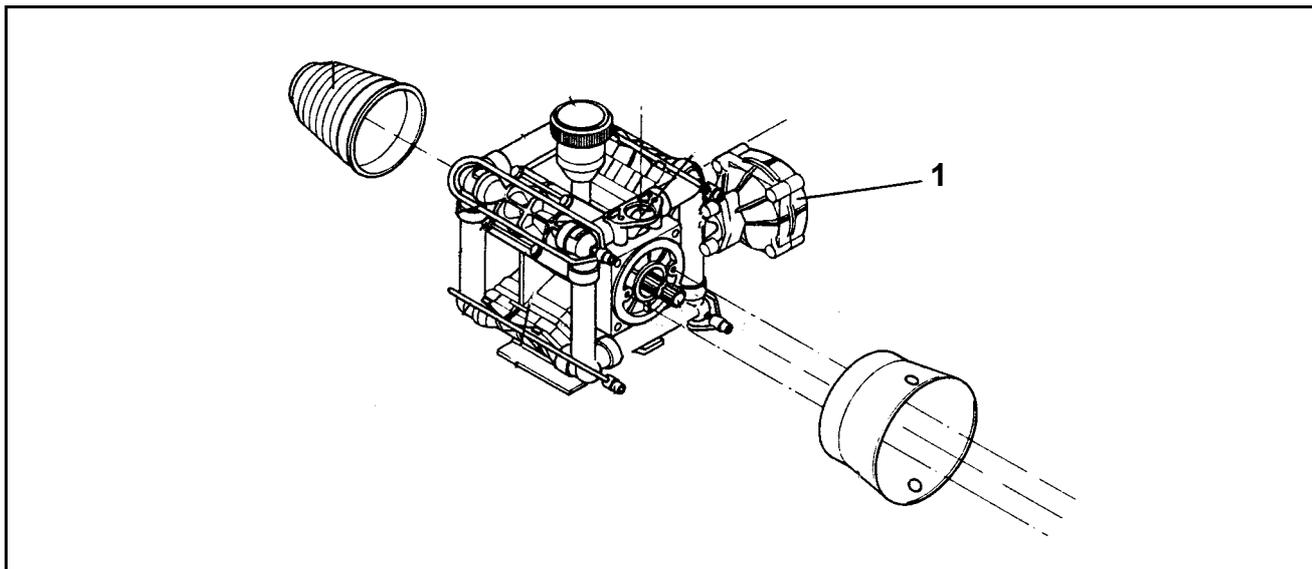
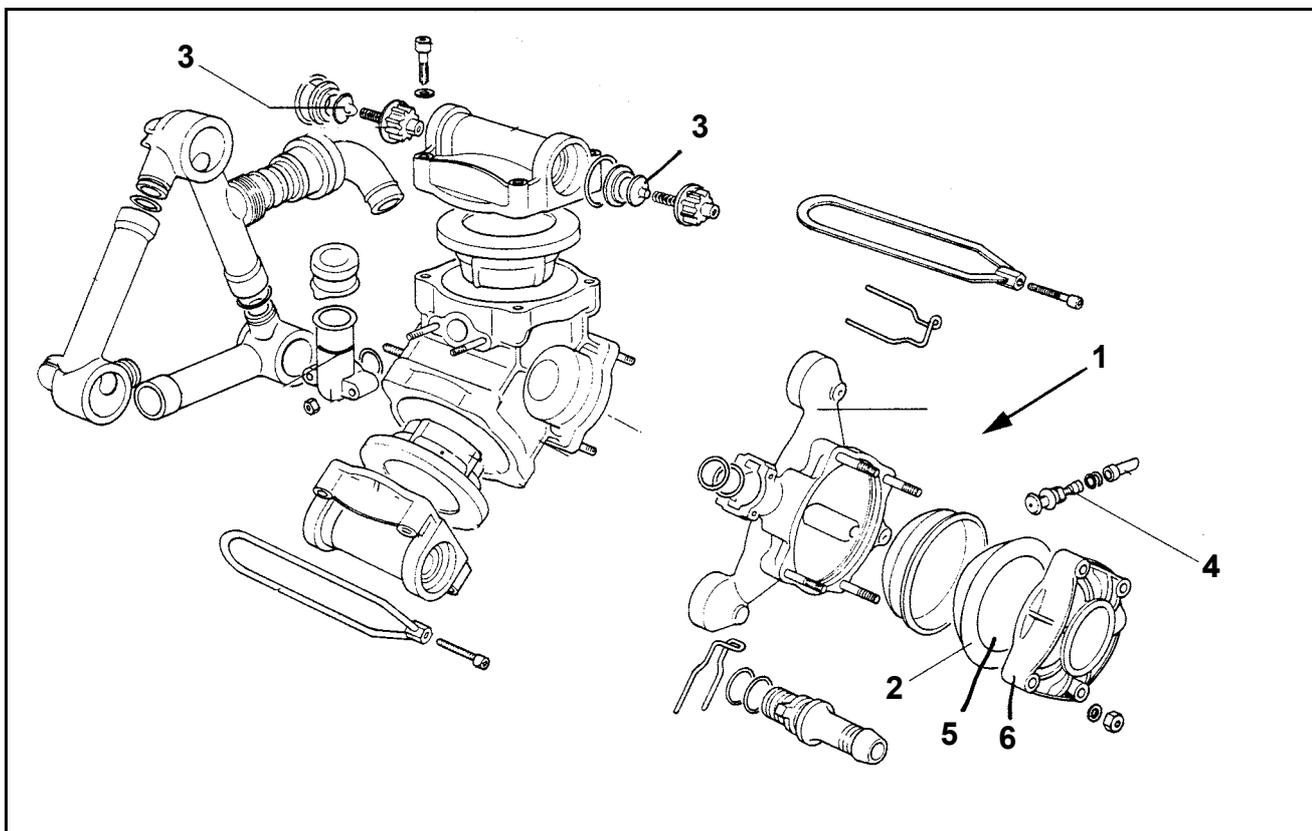

Fig. 36
Fig. 37
Lorsque la pompe débite par à-coups, les causes de ce phénomène peuvent être les suivantes : Pression de la cloche à air trop faible (Fig. 36/ 1, Fig. 37/ 1) (pompes BP 105 et BP 151 exclusivement); membrane de la cloche à air défectueuse (Fig. 37/ 2) ou clapets d'aspiration ou de refoulement usés ou bloqués par un corps étranger (Fig. 37/ 3). La vibration du tuyau de refoulement et l'instabilité de l'aiguille au manomètre permettent d'alerter l'utilisateur sur de tels défauts.
La cloche à air (Fig. 36/ 1, Fig. 37/ 1) a pour objet d'écrêter les pointes de pression engendrées au cours du cycle de fonctionnement de la pompe par les mouvements de va et vient des pistons et donc d'amortir les pulsations du liquide refoulé.
Contrôlez la pression à la valve (Fig. 37/ 4) et corrigez éventuellement comme indiqué ci-après les préconisations du tableau précédent:
- Contrôlez une nouvelle fois la pression de la cloche à air et corrigez s'il le faut. Si la pression chute une nouvelle fois après une courte période de travail, c'est une indication que la membrane (Fig. 37/ 2) de la cloche à air est défectueuse:
- **Au montage, veillez à ce que la membrane soit correctement placée sur son siège et que la face extérieure (Fig. 37/ 5) de la coupole de la membrane soit bien orientée vers le couvercle de la cloche à air (Fig. 37/ 6).**
Si après contrôle de la pression de la cloche à air et vérification de la membrane (et qu'elle soit en bon état), les phénomènes de vibration et d'instabilité de l'aiguille au manomètre se manifestent toujours (**BP 105 ET BP 151 exclusivement**), il faut alors rechercher la cause dans des clapets d'aspiration ou de refoulement (Fig. 37/ 3) usés ou bloqués par un corps étranger. Dans ce cas procédez comme suit.